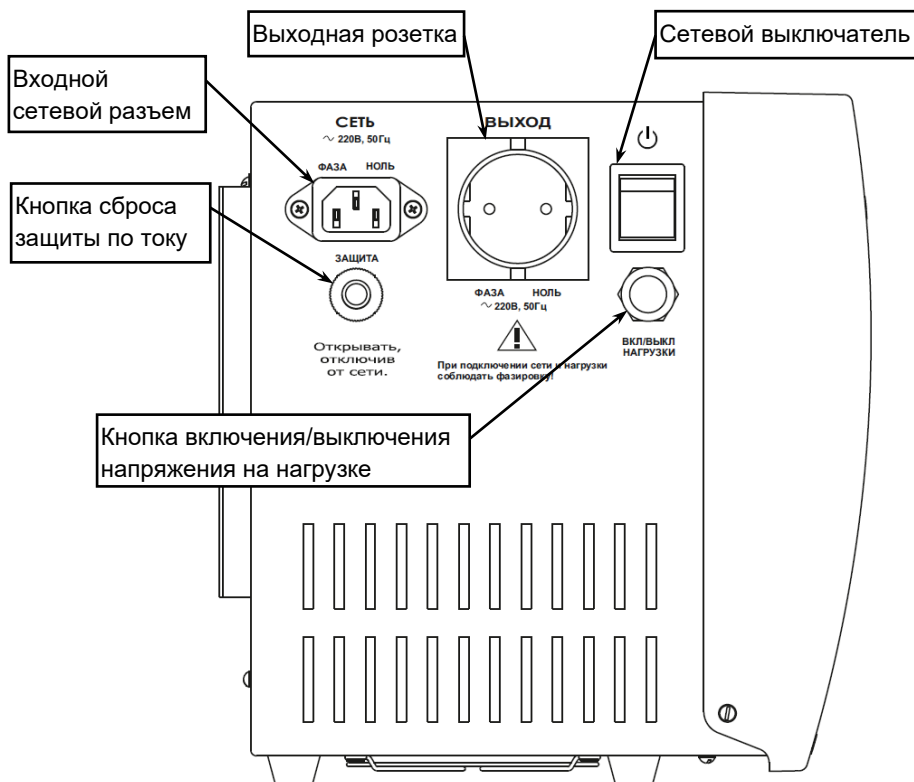

Рисунок 2 — Вид изделия слева
На левой стенке корпуса изделия размещены: входной сетевой разъем, автоматический предохранитель с кнопкой сброса защиты при его срабатывании, выходная розетка, сетевой выключатель и кнопка включения/выключения выходного напряжения на нагрузке (см. рисунок 2).
- Включить изделие, установив сетевой выключатель в положение «ВКЛЮЧЕНО» (I). При наличии входного сетевого напряжения в допустимом диапазоне (см. п.2 таблицы 1), изделие включит графический индикатор, заряд АКБ и подаст напряжение на нагрузку в режиме «ОСНОВНОЙ»;
- Чтобы выключить изделие, необходимо установить сетевой выключатель изделия в положение «ВЫКЛЮЧЕНО» (O) и длительно (до звукового сигнала) нажать кнопку включения/выключения напряжения на нагрузке (см. рисунок 2). Изделие выключит графический индикатор, заряд АКБ и напряжение на нагрузке.
Длительно, до звукового сигнала нажмите кнопку (см. рисунок 2) изделие выключит выходное напряжение, все сегменты индикатора погаснут.
Переключите сетевой выключатель в положение «ВЫКЛЮЧЕНО» (О). Длительно, до звукового сигнала нажмите кнопку (см. рисунок 2). Прозвучит четырехкратный бип-сигнал, сегмент  РЕЗЕРВ индикатора включится, изделие перейдет в режим питания нагрузки от АКБ («РЕЗЕРВ»).